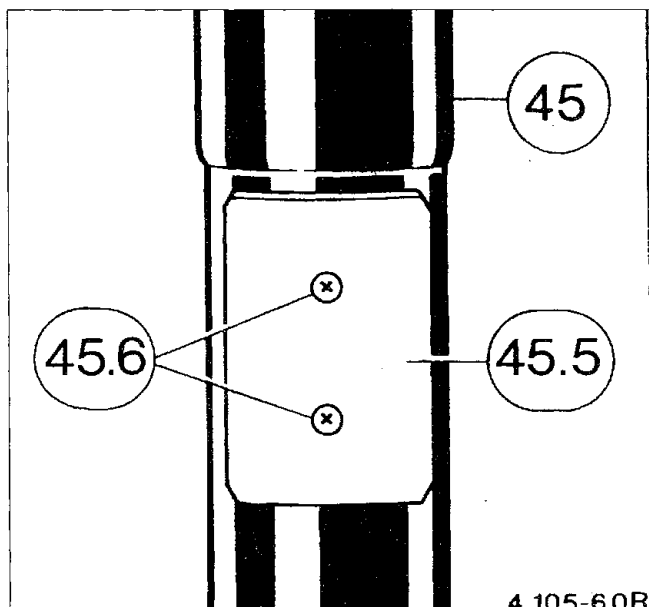

Bild 14
- 2 Schrauben (45.6) lösen (Bild 14)